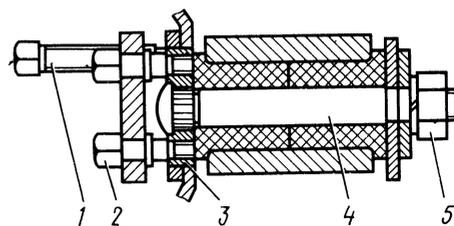

Рис. 149. Съёмник пальца переднего кронштейна задней рессоры:
4. Выпрессовать палец 4 (рис. 149) переднего конца рессоры следующим образом: